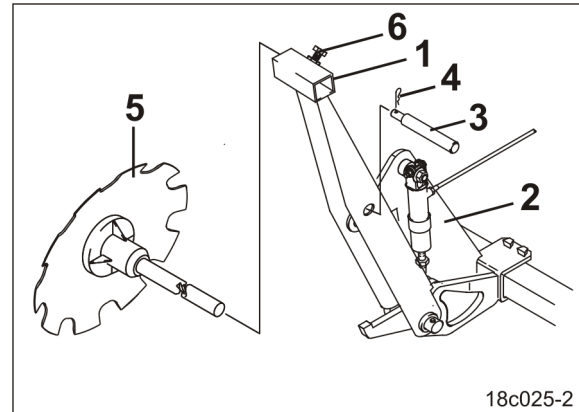

Bild 213
2. Placera spårtallrikshållaren (Bild 213/1) i transporthållaren (Bild 213/2).
3. Säkra bulten (Bild 213/3) med fjädersprintar (Bild 213/4).
4. Lossa fästskruven (Bild 213/6).
5. Dra ut spårtallriken (Bild 213/5) ur spårtallrikshållaren (Bild 213/1) och placera den på lämplig förvaringsplats.